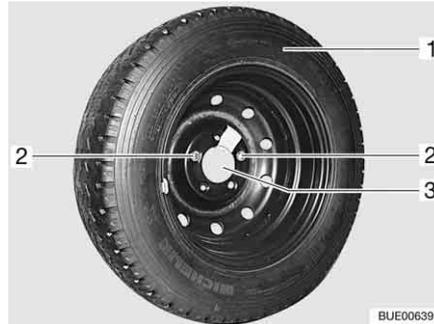

Bild 287 Ersatzrad-Halterung in der Heckgarage
- Die beiden Befestigungsschrauben (Bild 287,2) mit dem Bordwerkzeug herausdrehen und abnehmen.
- Das Ersatzrad (Bild 287,1) von der Halterung (Bild 287,3) abnehmen.